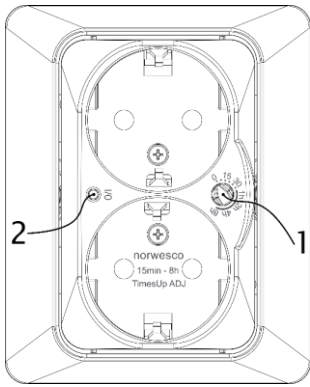

Bild 1
När installationen är klar skall ett funktionstest utföras enligt följande: När matningen fram till uttaget är spänningssatt, se till att timervredet, se pos. 1 bild 1 står i läge 0. Kontrollera att uttagen är spänningslösa. Ställ in timervredet på 15 min, tryck sedan in Till- och frånknyppen (pos. 2 bild 1). Knappen skall nu lysa rött vilket indikerar att timer tiden aktiverats och att uttagen nu är spänningssatta. Kontrollera att uttagen är till.
1. är ett vred för att ställa timerns gångtid (pos. 1 bild 1).
2. är en till- och frånknypp (pos. 2 bild 1) som aktiverar uttagen vid vald gångtid, den är märkt I/O